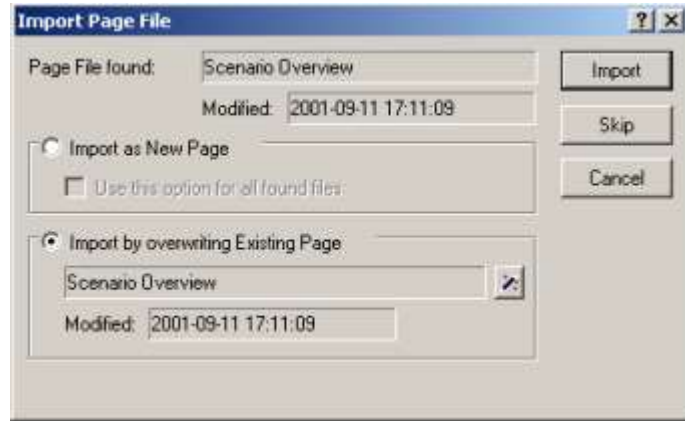

图 12.23: Import Page File 对话框
- 在 **Import Page File** 对话框（见图 12.23）按 **Import** 按钮